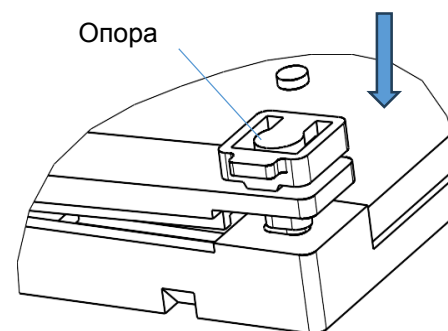

Рисунок 3 – Совмещение опоры
- согласуйте ориентацию опоры с отверстием в корпусе (рисунок 3);